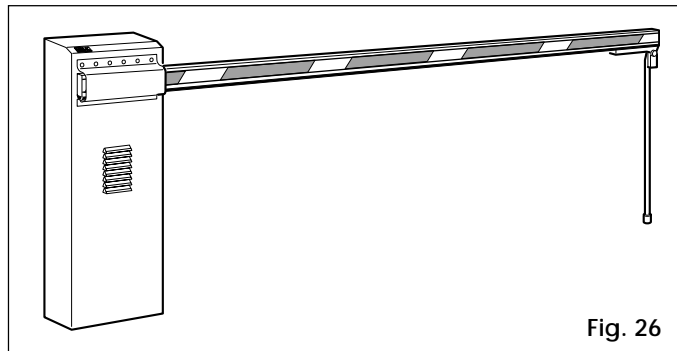

Fig. 26
**PIEDINO D'ESTREMITA' (Fig. 26)**